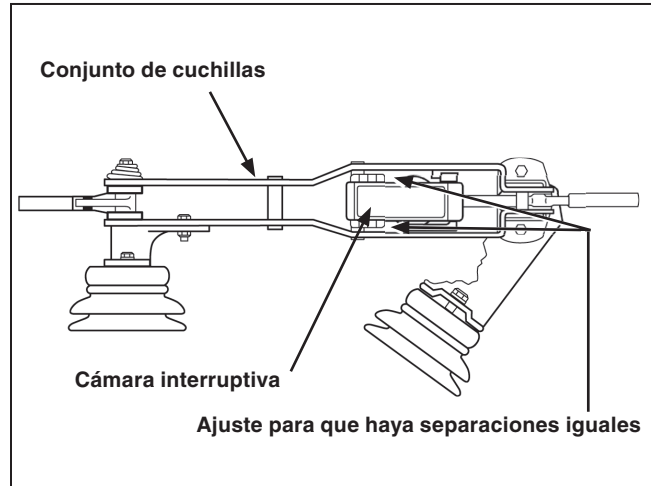

Figura 39. Conjunto de cuchillas en la posición de Cierre total.
- La cámara interruptiva debe estar en un plano paralelo al barrido de las cuchillas, y las cuchillas deben pasar la cámara interruptiva con distancia aproximadamente igual en ambos lados. Ver Figura 39.